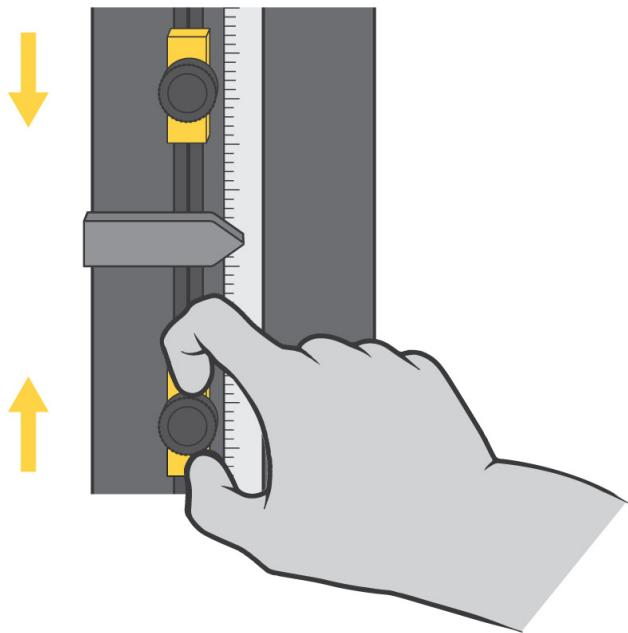

Figura 21. Configuración de las paradas límite
Las paradas límite de la cruceta son dos cierres ajustables montados en la varilla del interruptor del límite, que se encuentra dentro de la columna de la máquina, como se muestra en la Figura 21 en la página 118. Las paradas límite (1 y 2) tienen tornillos que se aprietan y sueltan a mano; se pueden desplazar a cualquier posición de la varilla del límite. Coloque estas paradas justo después de los parámetros del ensayo para evitar el sobrerrecorrido de la cruceta. Cuando la cruceta alcanza el recorrido máximo predefinido, el actuador del interruptor (3) entra en contacto con una de estas paradas. El contacto entre el actuador del límite y la parada límite mueve la varilla del interruptor del límite (4) y activa los interruptores del límite. Esto detiene el movimiento de la cruceta.